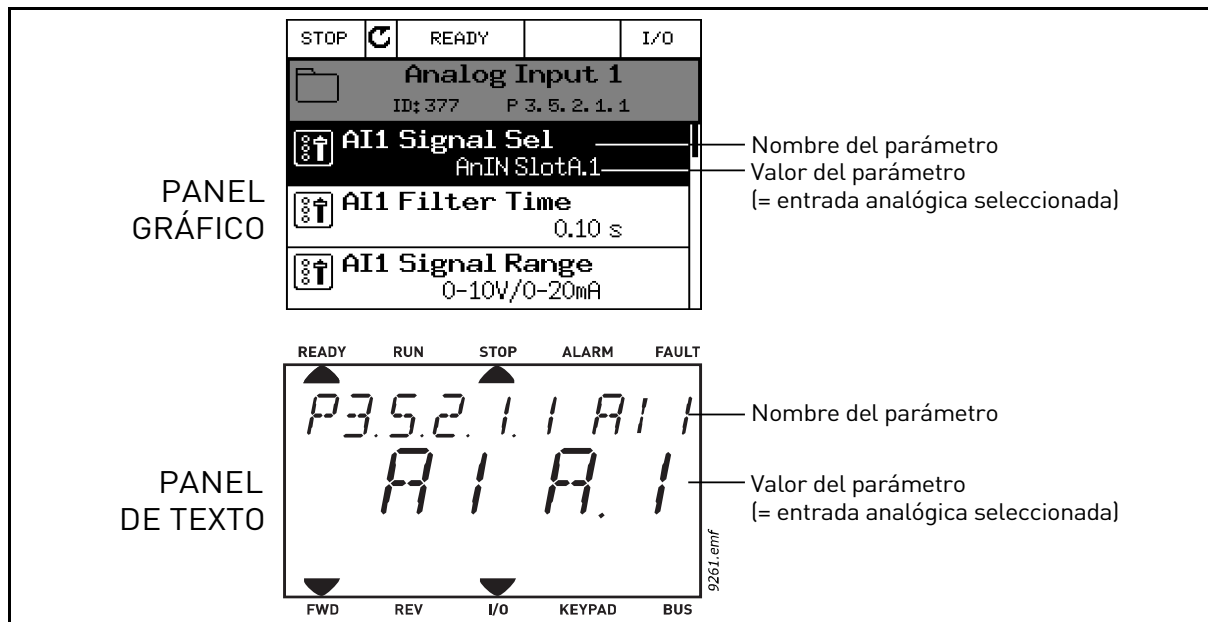

Figura 65.
2. Ahora se encuentra en el modo de edición , ya que el valor de ranura DigIN ranura A parpadea y aparece subrayado. (Si dispone de más entradas digitales en su I/O, por ejemplo, mediante tarjetas opcionales insertadas en las ranuras C , D o E , también puede seleccionarlas aquí). Vea la Figura 65.	2. Ahora se encuentra en el modo de edición , ya que la letra D parpadea. (Si dispone de más entradas digitales en su I/O, por ejemplo, mediante tarjetas opcionales insertadas en las ranuras C , D o E , también puede seleccionarlas aquí). Vea la Figura 65.
En el ejemplo de la figura 65, el parámetro *Selección de señal de entrada analógica 1 (AI1)* situado en el menú M3.5.2.1 con el código de parámetro P3.5.2.1.1, recibe por defecto el valor *AnIN ranura A.1* (panel gráfico) o *AI A.1* (panel de texto). Esto significa que la entrada seleccionada para la señal de referencia de frecuencia analógica AI1 es la entrada analógica de los terminales 2/3. Si la señal corresponde a tensión o intensidad, debe determinarse con los *interruptores DIP*. Consulte el manual de instalación para obtener más información.